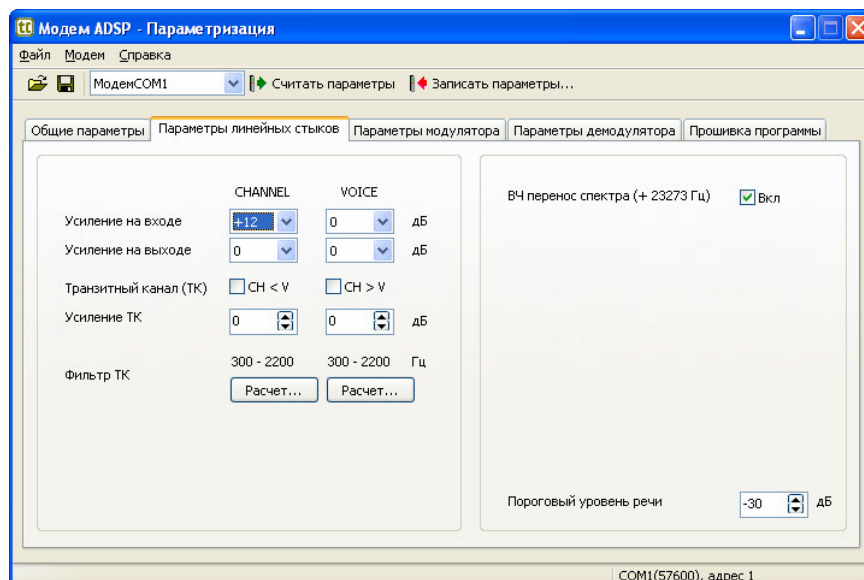

Рисунок 10 – Закладка «Параметры линейных стыков»
- установить на закладке «Параметры линейных стыков» (рисунок 10) необходимые параметры;